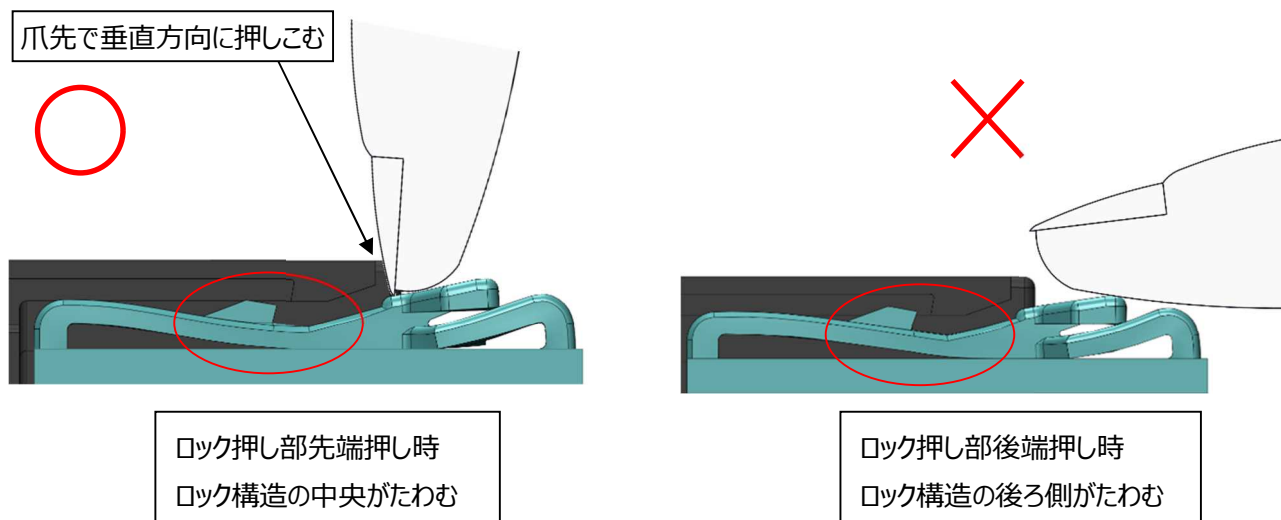

図 53.ロック部構造
- ①ロック押し部を完全に押し下げない状態でメスコネクタを引き抜かないで下さい。コネクタが破損・変形の恐れがあります。
- ②メスコネクタを引き抜くときは、電線を引っ張らず、メスコネクタを持つようにしてください。
- ③コネクタが破損・変形した場合は、使用せず新品と交換して下さい。
- ④ロック押し部の後ろだけを押した場合、ロックが解除されない恐れがありますので、注意ください。(図 53 参照)